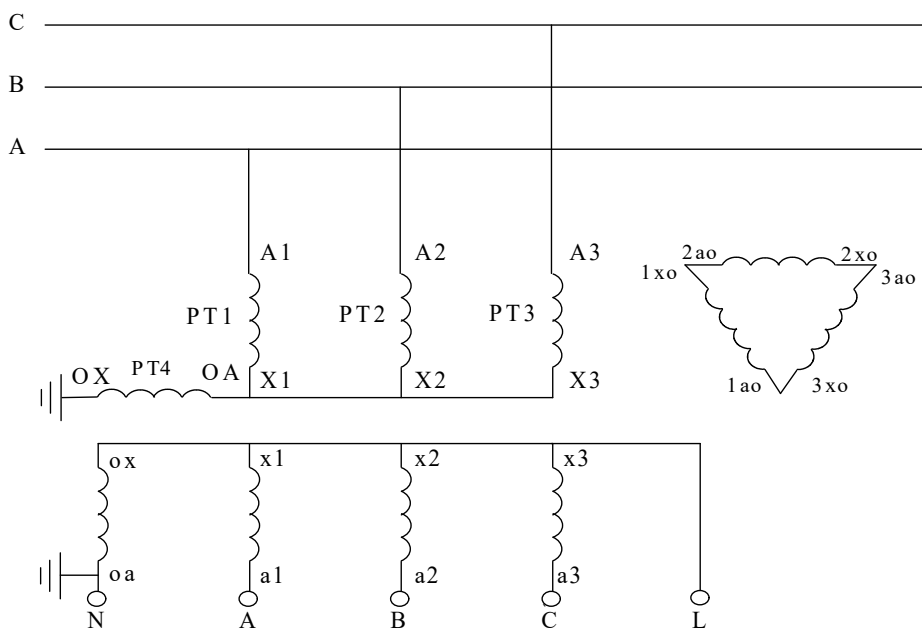

图 10 4PT 连接方式 1
大部分变电站中的 4PT 的连接方式有两种接法，分别如图 10 和图 11 所示。对于图 10 中这种 4PT 的接线方式，组成星形的三个 PT 的开口三角侧被短接，系统零序电压由第四个 PT 的测量线圈来测量，各相电压分别从 A-N、B-N、C-N 端测量。这种接线方式下，系统单相接地时 N-L 端的电压为 57.7V。
在图 10 和图 11 中，测量信号都是从 N-L 端注入。
在图 10 中，零序 PT（即第 4 个 PT）的二次零序绕组是 ox-oa 绕组，其电压通常为 $100/\sqrt{3}$ (V)，则测量时 PT 变比为 $\frac{U_L/100}{\sqrt{3}/\sqrt{3}}$ 。这种接线方式和变比下，对应于测试仪的“PT 方式”中的“4PT”方式。也就是说，如果接线方式如图 10 所示，则在测量电容电流前必须将“参数设置”屏幕中的“PT 方式”设置为“4PT”。